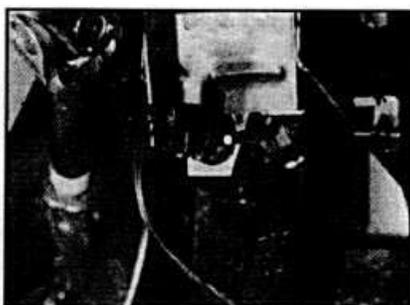

Рис. 12.13. Расположение выключателя стоп-сигнала.
- Выключатель стоп-сигнала находится в отсеке для ног водителя на кронштейне педали тормоза (см. рис. 12.13).